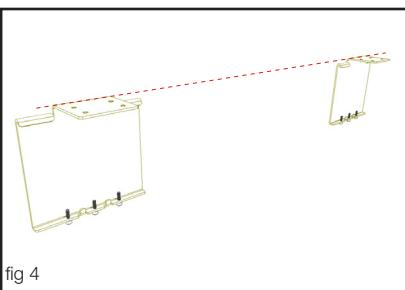

fig 4
**EN:** USE FASTENERS INTENDED FOR THE ACTUAL SURFACE. Try to level them up as good as possible, using spirit level or laser guide (fig 4).
**SE:** ANVÄND FÖR UNDERLAGET AVSEDD SKRUV. Försök att linjera de bågge konsolerna så horisontellt som möjligt med hjälp av vattenpass eller lasermätare (fig 4).